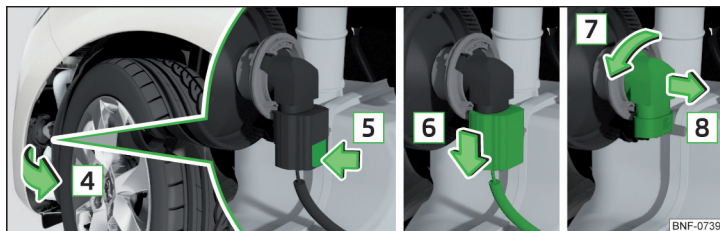

Fig. 145 Udskiftning af pære
- Klap hjulkassebeklædningen op i pilens retning **4** » Fig. 145.